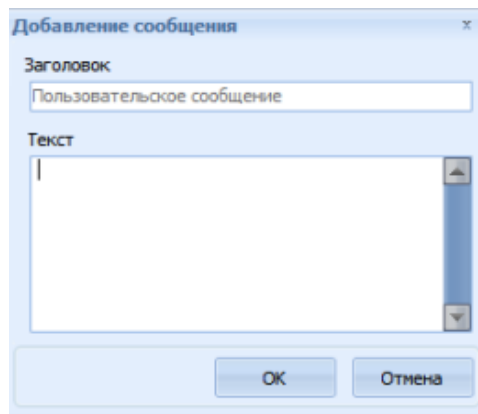

Рисунок 18.3 – Окно «Добавление сообщения»
- «Добавить пользовательское сообщение» – открыть диалоговое окно «Добавление сообщения», в котором можно ввести текст сообщения, данное сообщение будет отображаться в журнале событий в нижней части главного окна приложения (рисунок 18.3).